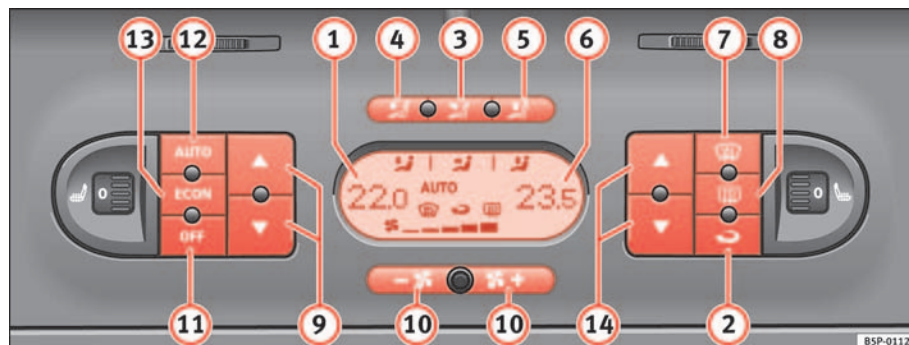

Fig. 127 Comandos do Climatic 2C no painel de instrumentos
- Prima as teclas de regulação da temperatura ⇒ página 160, fig. 127 **9** ou **14** para ajustar a temperatura do lado esquerdo e direito, respectivamente.
- Prima o botão  ⇒ **página 160, fig. 127**. Surge «AUTO» no visor.